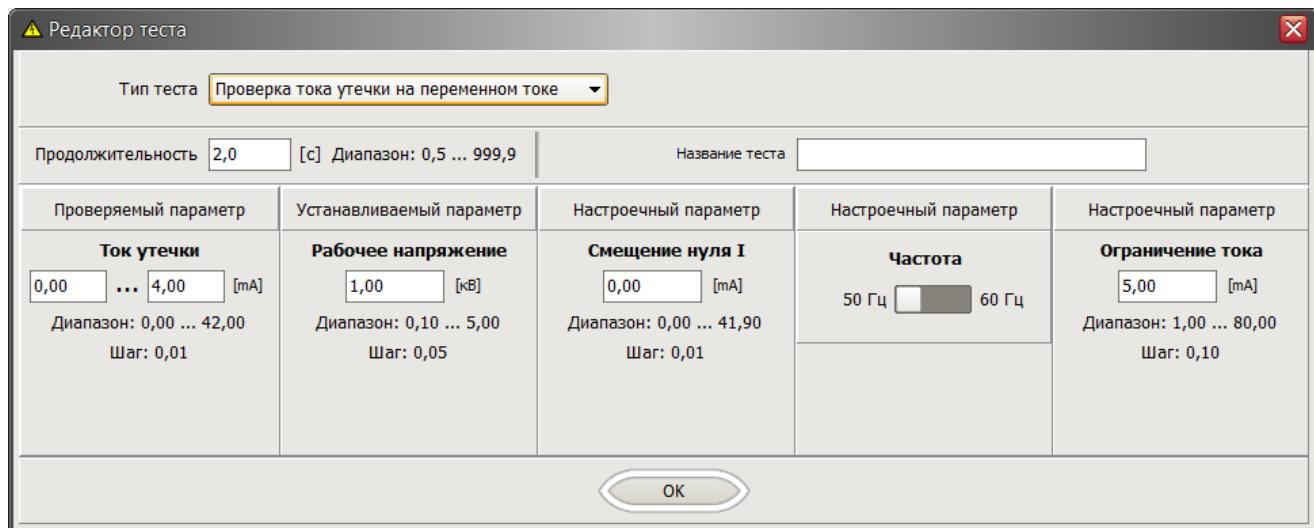

Рисунок 14 – Настройка параметров теста «Проверка тока утечки на переменном токе»
18. Для теста «Проверка тока утечки на переменном токе» (ACW) задать следующие параметры (рисунок 14):